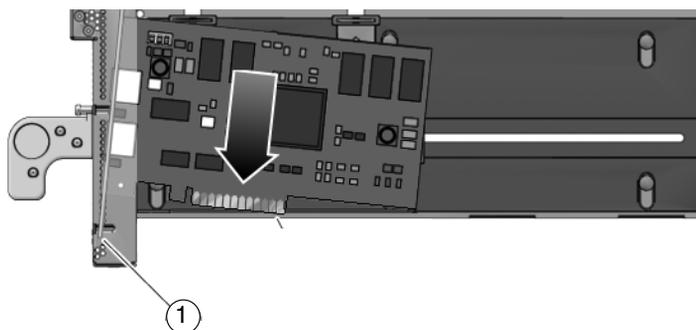

FIGURE 3-4 Insertion de la carte PCI
- a. Placez la partie avant de la carte dans le logement (FIGURE 3-4).
Attention – Veillez à ce que le bord inférieur du support de la carte PCI n'endommage pas le joint RFI à l'avant du chariot (FIGURE 3-4).